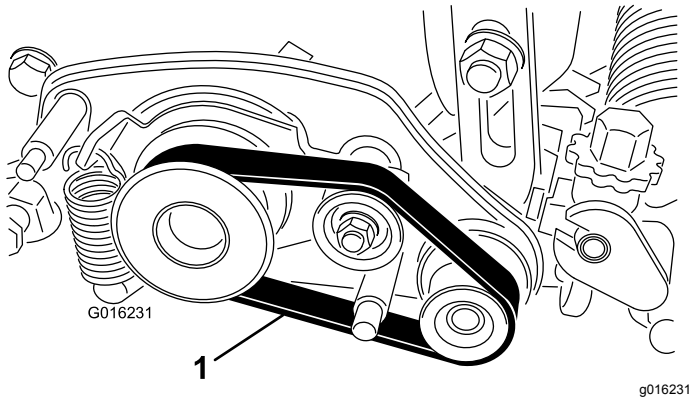

图 2
2. 从主动皮带轮、怠轮皮带轮和从动皮带轮上拆下皮带图 2。